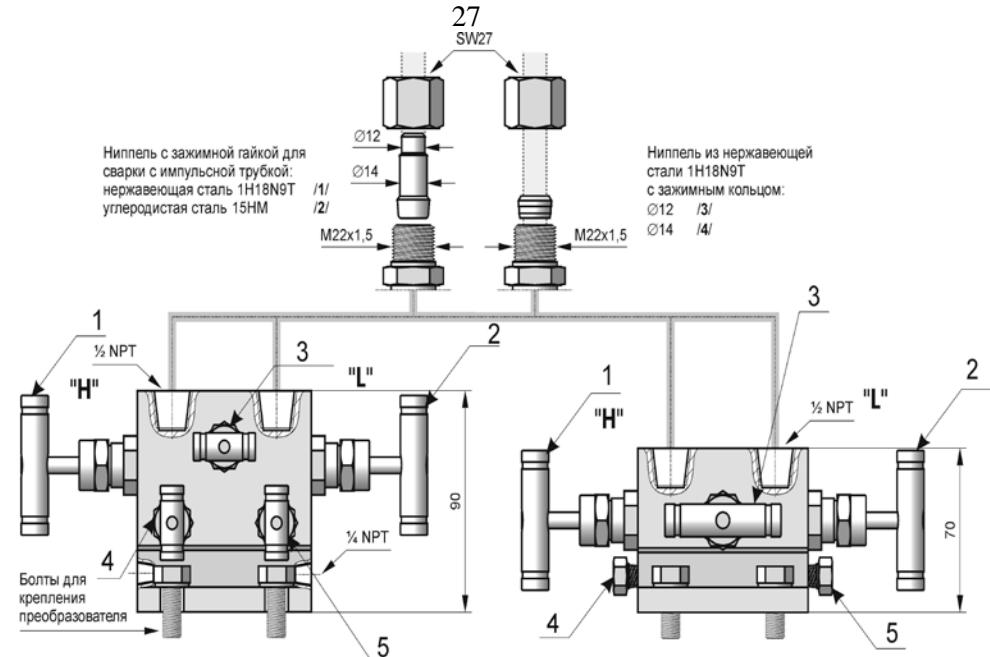

Рисунок 17 – Схема подключения вентилей VM-3 и VM-5
8.12.4.1 Включение в работу преобразователей с вентильными блоками VM-3 или VM-5 (рисунок 17) производится следующим образом: